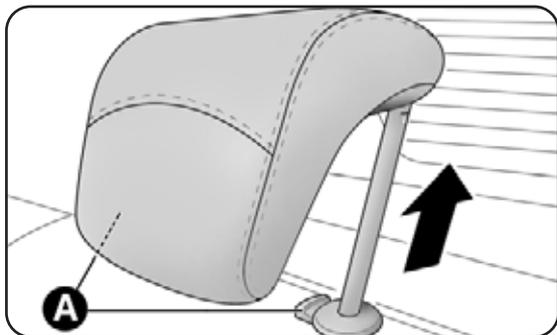

fig. 25
- pressionar as teclas A-fig. 25 a seguir remover os apoios de cabeça desenhando-os para cima.